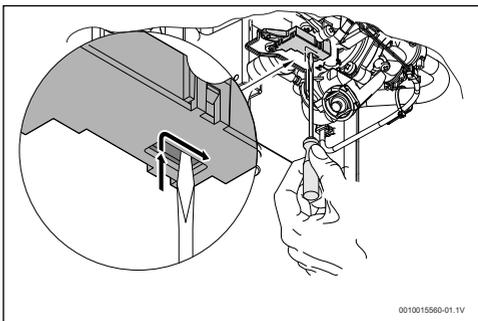

Fig. 21 Remettre le micro-interrupteur en place
- Positionner le micro-interrupteur selon la figure 21.